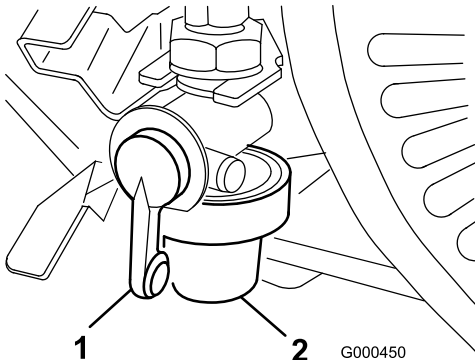

Figure 27
1. Fermez le robinet d'arrivée de carburant et dévissez la cuve du corps du filtre (Figure 27).